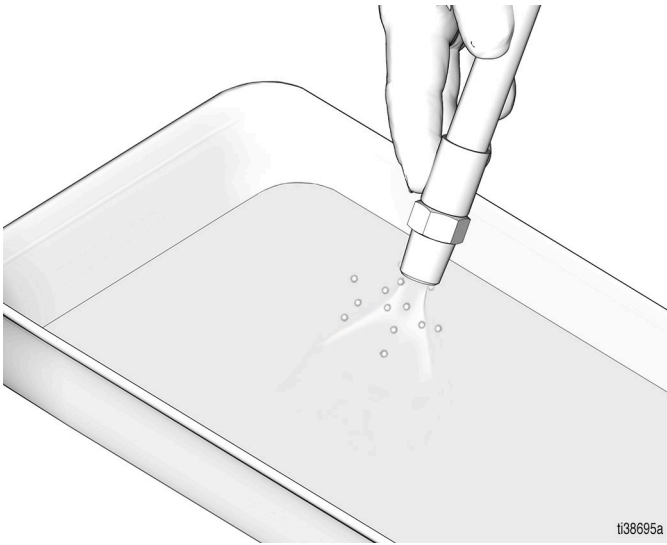

ABB. 3
2. Blasen Sie die gesamte Schmiermittelzufuhrleitung mit Luft aus (ABB. 3).